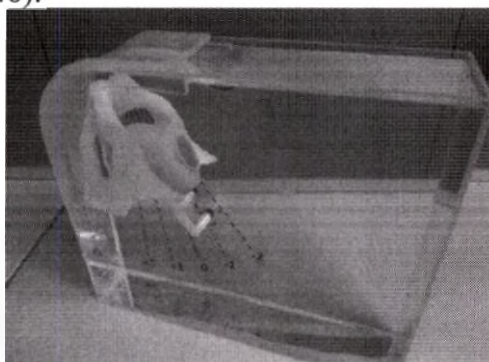

Рисунок 46. Наполнение контейнера симулятора до краёв.
1.2.4. Продолжать наполнять контейнер водой до краёв, избегая образования пузырьков. Закрыть крышкой (рисунок 46):